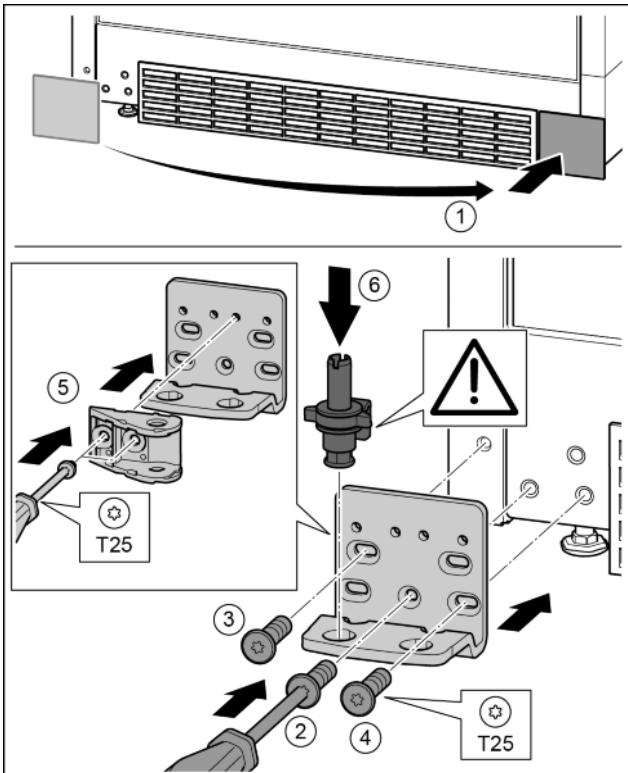

Fig. 31
- ▶ Odoberte kryt a pripevnite ho na druhú stranu. Fig. 31 (1)
- ▶ Ložiskovú konzolu nasad'te na druhú stranu a priskrutkujte ju pomocou skrutkovača T25. Začnite skrutkou 2 dole v strede. Fig. 31 (2)
- ▶ Pevne zaskrutkujte skrutku 3 a 4. Fig. 31 (3, 4)
- ▶ Spoj zatváracieho tmiča otočte o 180°. Na druhej strane ložiskovej konzoly ho priskrutkujte skrutkovačom T25. Fig. 31 (5)
- ▶ Ložiskový čap úplne nasad'te. Dbajte pritom na to, aby zárez dorazu ukazoval smerom dozadu. Fig. 31 (6)